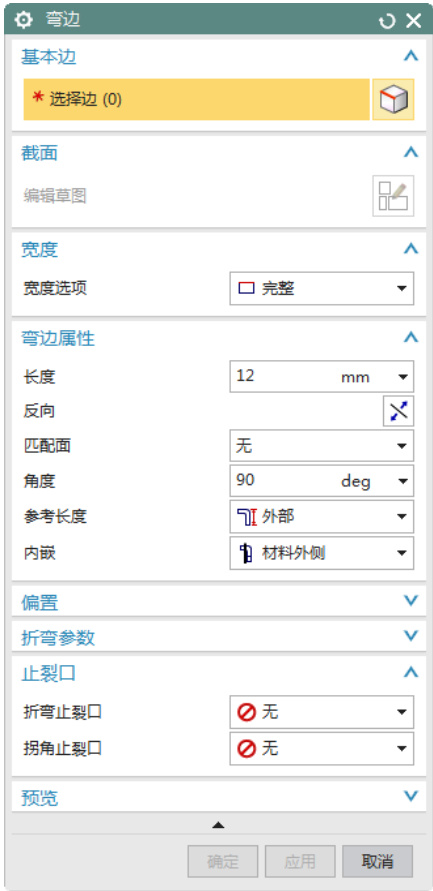

图 4-124 “弯边”对话框
(1) 选择“菜单(M)”→“插入(S)”→“折弯(N)”→“弯边(F)...”, 或者单击“主页”选项卡“折弯”面组上“弯边”按钮 , 打开如图 4-124 所示“弯边”对话框。